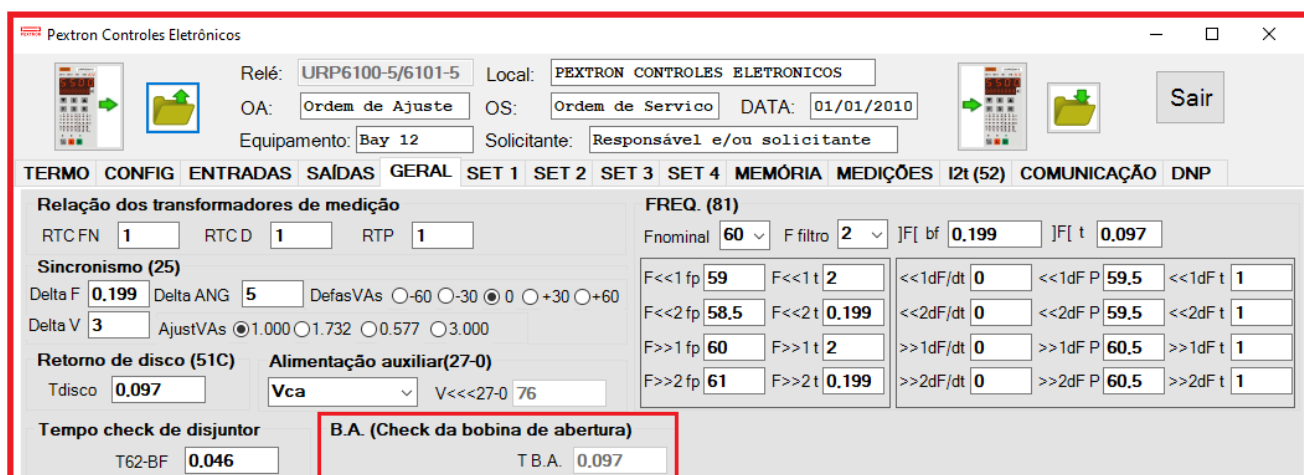

Figura 15.1: Pasta GERAL sinalizando a unidade de supervisão da bobina de abertura (BA).
A programação do parâmetro é realizada na pasta **GERAL** do programa aplicativo de configuração e leitura do relé. A figura 15.1 sinaliza o parâmetro disponível da unidade de supervisão da bobina de abertura (BA).